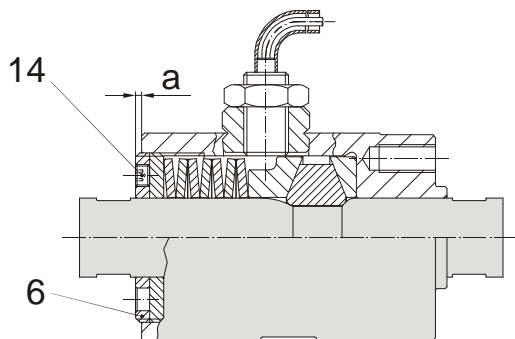

Bild 4 (Größe 1 – 4)
Die Kraft, bei der das EAS®-axial ausrasten soll (Auslösekraft) wird durch Verändern der Tellerfedervorspannung (7) eingestellt. Einstellen der richtigen Auslösekraft bedeutet Einstellen des richtigen Maßes "a" (Bild 4 und 5). Die Einstelldiagramme auf den Seiten 7 und 8 zeigen den Zusammenhang zwischen dem Maß "a" und der Auslösekraft. Bitte beachten Sie, dass aufgrund der Bauteiltoleranzen, Abweichungen gegenüber den in den Diagrammen angegebenen Werten auftreten können. Auf Wunsch stellen wir das EAS®-axial im Werk auf die geforderte Auslösekraft ein.